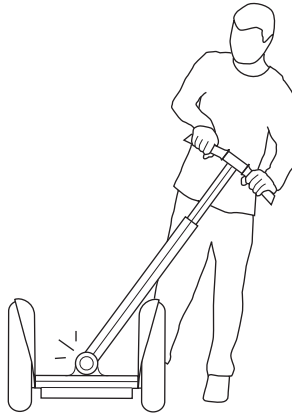

Abbildung 29. Lösen des Lenkers/LeanSteer-Rahmens von der Steckhülse
3. Neigen Sie den LeanSteer-Rahmen abwechselnd ganz nach links und rechts, bis er lose ist. Eventuell hören und fühlen Sie ein Klicken, wenn sich die Spannkeile von der Steckhülse lösen (siehe **Abbildung 29**).